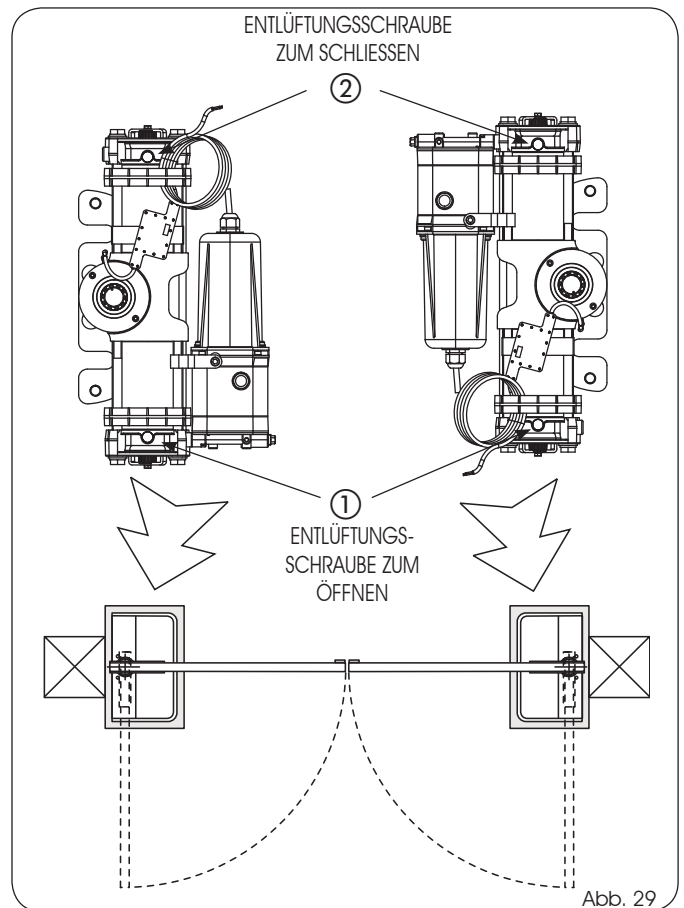

Abb. 29
- 2) Während der Bewegung des Torflügels die Entlüftungsschraube zur Öffnung lockern (Abb. 29, ①).
- 6) Während der Bewegung des Torflügels die Entlüftungsschraube zur Schließung lockern (Abb. 29, ②).